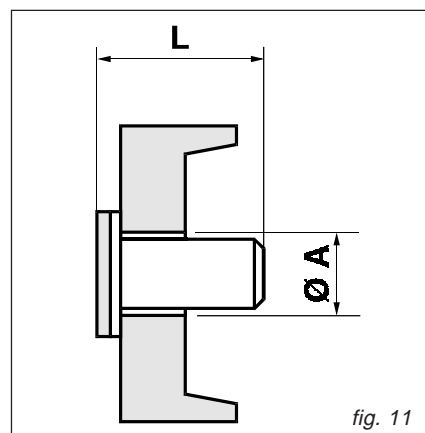

fig. 11
N.B. Per i modelli compresi tra **BAR 655 e BAR 1140** (rif. fig. 11), il mantello e l'isolamento sono contenuti in 3 imballi marcati: